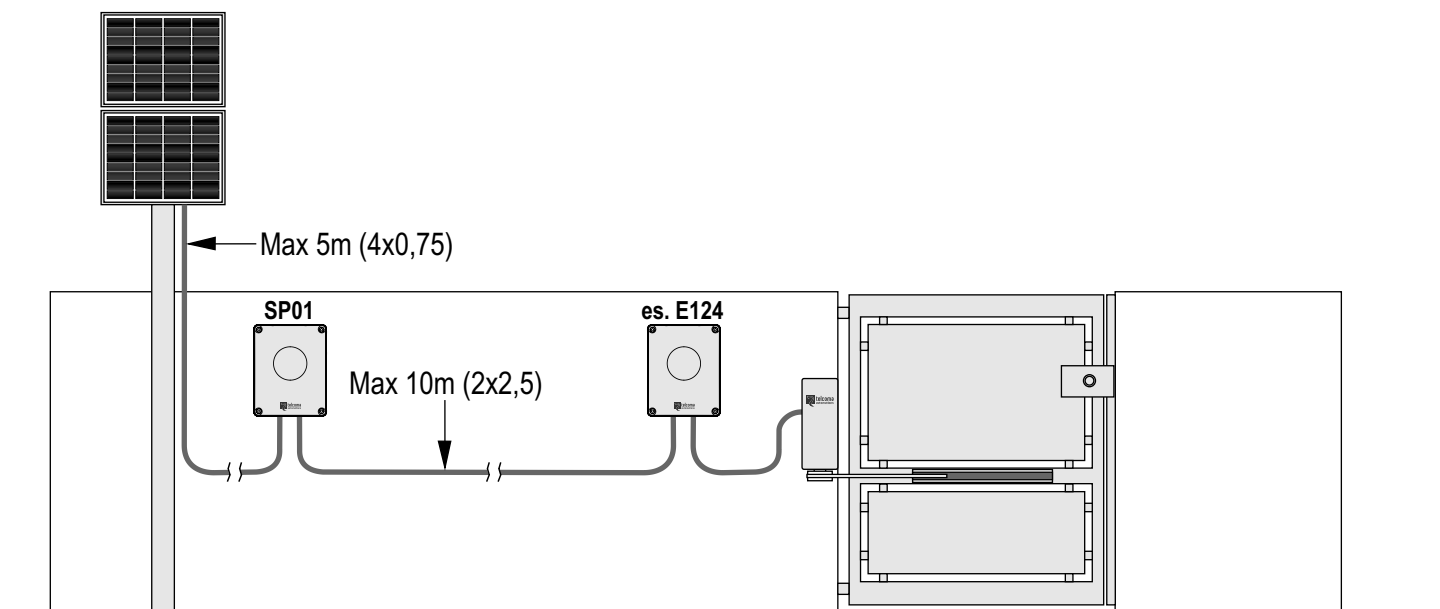

Fig.1
- l'installazione ideale prevede che: i collegamenti di potenza dell'intero impianto (alimentazione 24V e collegamento motore/i) siano il più corti possibile. Per il cavo di alimentazione tra SP01 e la centrale comando consigliamo di non superare i 10m di lunghezza e di usare una sezione minima dei conduttori di 2,5mm² (Fig.1).
- l'installation idéale prévoit que : les connexions de puissance de toute l'installation (alimentation 24 V et connexion moteur/s) soient les plus courtes possibles. Pour le câble d'alimentation entre SP01 et la centrale de commande nous conseillons de ne pas dépasser 10 m de longueur et d'utiliser une section minimum des conducteurs de 2,5 mm² (Fig. 1).
- la instalación ideal prevé que: las conexiones de potencia de todo el sistema (alimentación de 24V y conexión del o de los motores) sean lo más cortas posible. Para el cable de alimentación entre SP01 y la central de mando se aconseja no superar 10 m de longitud y utilizar una sección mínima de los conductores de 2,5 mm² (Fig. 1).
- for an ideal installation: the power supply connections of the entire system (24V power supply and motor connection) must be as short as possible. The power supply cable between the SP01 and control unit should not be more than 10 m long and the minimum wire cross-section should be 2.5 mm² (Fig.1).
- Die ideale Installation sieht folgendes vor: Die Leistungsanschlüsse der ganzen Anlage (Speisung 24V und Anschluss des Motors/en) müssen so kurz wie möglich sein. Für das Speisungskabel zwischen SP01 und Steuerung empfehlen wir, 10 m Länge nicht zu überschreiten und einen Mindestschnitt von 2,5 qmm (Abb. 1) zu verwenden.
- Az egész rendszerben a lehető legrövidebb vezetékeket kell használni.. Az SP01 és a motor vezérlő elektronika közt maximum 10m kábel lehet és minimum 2.5 mm² (Fig.1) keresztmetszetűnek kell lennie.